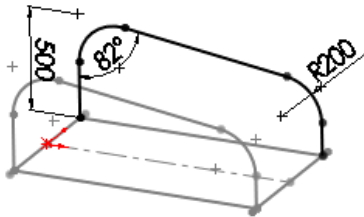

图 16-8 绘制对称的 3D 草图
④ 绘制另一侧 3D 草图。重复上述的操作,绘制另一侧完全对称的 3D 草图,如图 16-8 所示,单击“退出草图”按钮.
⑤ 绘制连接直线。单击“草图”工具栏中的“3D 草图”按钮,单击“草图”工具